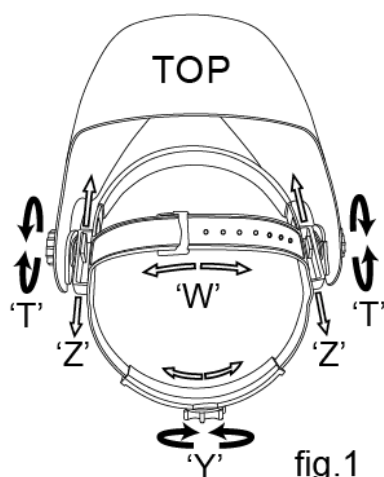

fig.1
Celkový obvod hlavového kříže může být zmenšen nebo zvětšen otáčením kolečka na zadní straně oblouku. (Viz.nastavení "Y" na fig.1). To může být provedeno i při používání kukly a umožňuje nastavit napětí tak, aby kukla seděla pevně na hlavě, aniž by byla příliš těsná.
- Je-li horní oblouk příliš vysoko nebo příliš nízko nad temenem hlavy, upravte nastavení popruhu, který prochází přes horní část hlavy. (Viz.nastavení "W" na fig.1).
Krok 1: Povolte matice (viz."T" na fig.1.) Nastavte vzdálenost mezi kuklou a vaším obličejem ve spodní poloze.
Krok 2: Povolte matice na obou stranách kukly a posuňte jej blíže nebo dále od obličeje. (Viz.nastavení "Z" na fig.1). Je důležité, aby vaše oči byly vždy ve stejné vzdálenosti od filtru. Jinak ztmavení může vypadat jako nestejněmorné.